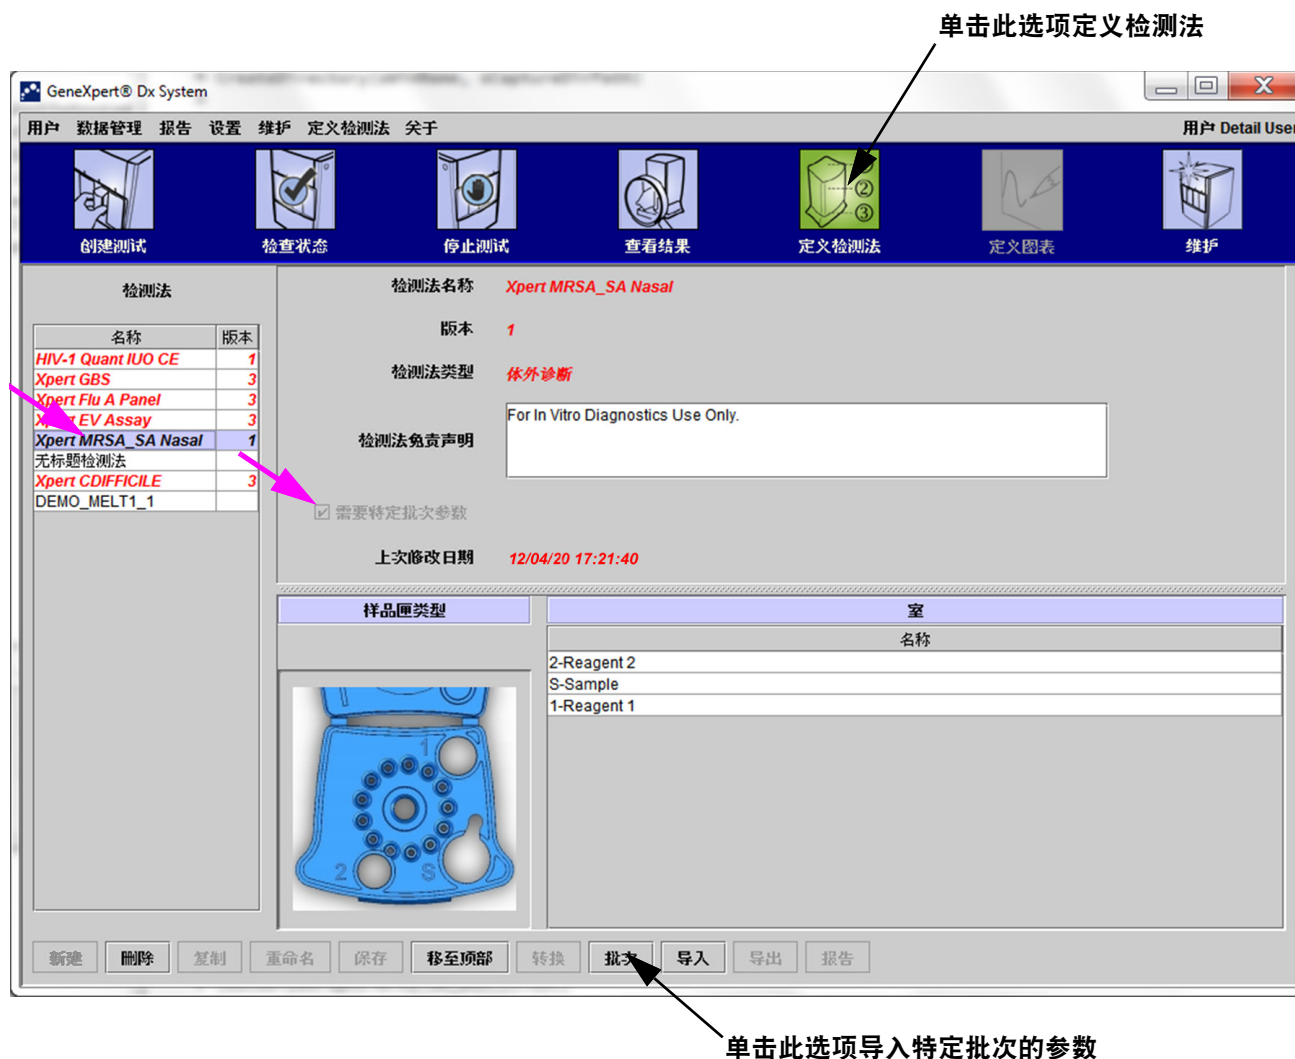

图 2-94. “定义检测法”窗口，显示“需要特定批次参数”复选框已勾选
1. 在“定义检测法”窗口（参见图 2-94）的**检测法**列表（在窗口的左侧）中，选择检测法名称。
1. 在**定义检测法**窗口（参见图 2-94）中，单击**批次**。出现“试剂批次特定参数”对话框。参见图 2-95。